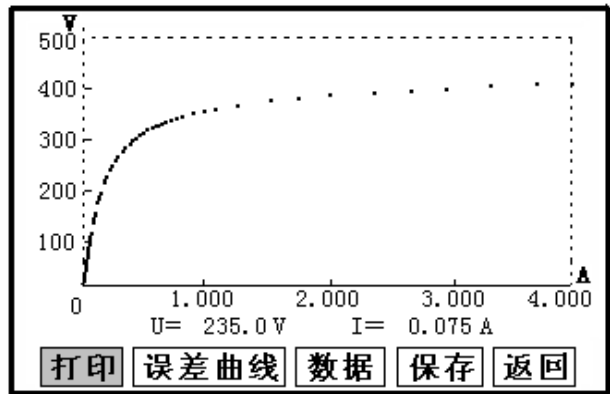
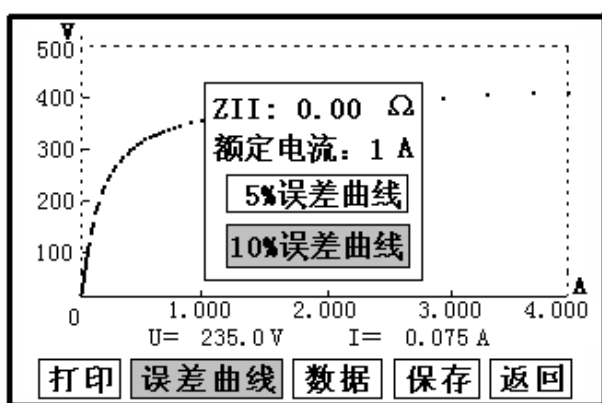
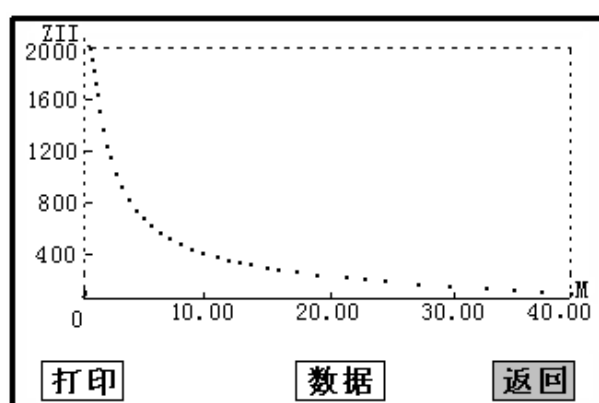

图 7
图 10
图 11
接线图见（图 6），测试仪的 A、X 为电压输出端，试验时将 A、X 分别接互感器的 S1、S2（互感器的所有端子的连线都应甩开）。合上调压开关，设置完毕按“开始”键后，再按下“确定”键，即可进入试验界面。试验开始后仪器将自动升压、升流并在界面上实时显示电压、电流值。当实际电压、电流值达到设置输出电压或输出电流值时试验结束，调压器回零后，切断电压输出，显示拐点电压、电流值，并绘出伏安特性曲线图。（见图 7）
试验结束后，屏幕显示出伏安特性测试曲线（见图 7）。该界面上各操作功能如下：
- **误差曲线**：在图 7 的界面中，将光标移至“误差曲线”选定后，屏上将显示伏安特性试验的误差曲线的设置见（图 10）。选定后计算出的误差曲线如（图 11），误差曲线就是根据互感器二次侧的励磁电流和电压计算出的电流倍数（M）与允许二次负荷（ZII）之间的对应关系，可参考附录 5。
如果用户想查看或转存其中的某一个记录，可以将光标移动到该组记录，点击后液晶屏上会显示此记录的伏安特性曲线，如图 7 所示，在此界面下，用户可以打印，计算误差曲线，查询拐点、数据等功能。